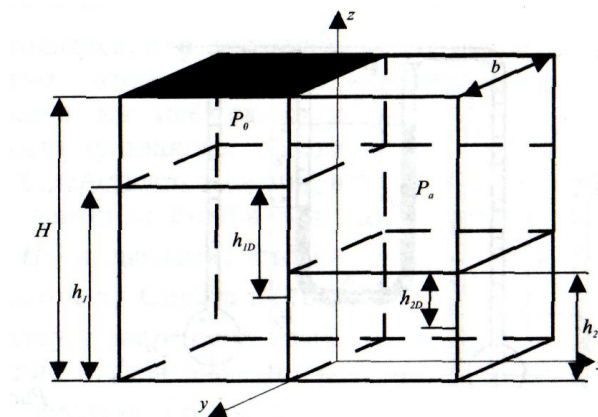

Рис. 4
8. Определить величину и точку приложения равнодействующей сил полного гидростатического давления на прямоугольную вертикальную перегородку (рис. 4). В левой части бака - вода, на свободную поверхность которой действует давление $p_0 = 2$ бар. В правой части - вода, на свободную поверхность которой действует атмосферное давление $p_a = 1$ бар. Остальные размеры: $h_1 = 6$ м, $h_2 = 3$ м, $b = 5$ м, $H = 7$ м.